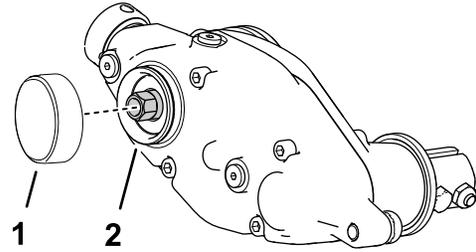

Figura 14
- Aplice fijador de unión cilíndrica de resistencia media (como Loctite® 609 verde) alrededor de la ranura de la anilla a presión y en la superficie del diámetro externo (Figura 14).
- Instale el tapón, tal y como se muestra en Figura 14.